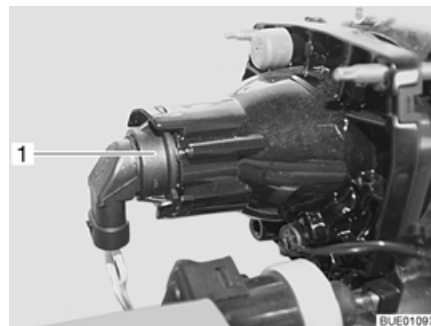

Fig. 216 Faro anabbagliante/abbagliante/luce di posizione
- Afferrare dietro il supporto lampada (Fig. 216,1).